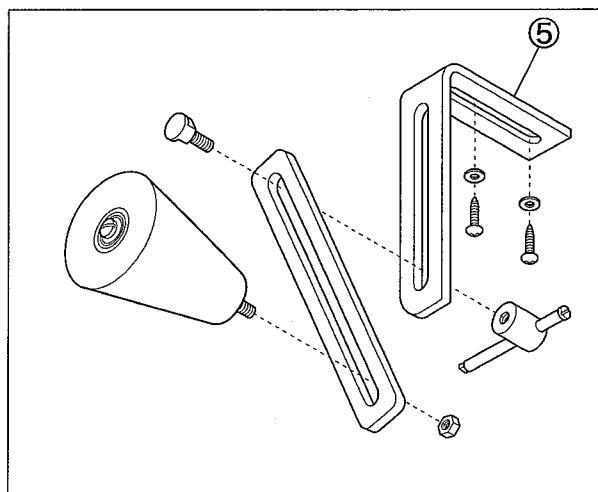

図 2
ローラ取付板⑤をテーブル下面の適切な位置に取り付け、図2のように組み付けてください。